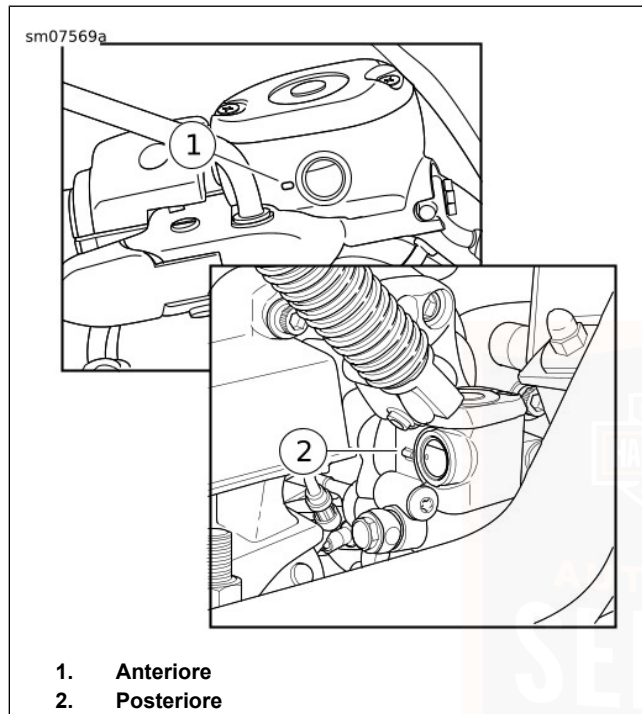

Figura 54. Segni del minimo del liquido dei freni
Vedere Figura 54. Esaminare lo spioncino (1) per verificare che il livello del liquido non si trovi al di sotto del centro dello spioncino.